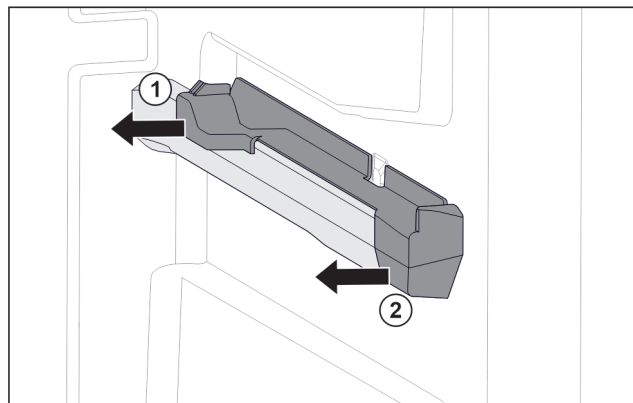

Fig. 219 Aufsteckteil auf der rechten Behälterrippe
- Aufsteckteil hinten zur Seite abziehen. Fig. 219 (1)
- Aufsteckteil vorne zur Seite abziehen. Fig. 219 (2)